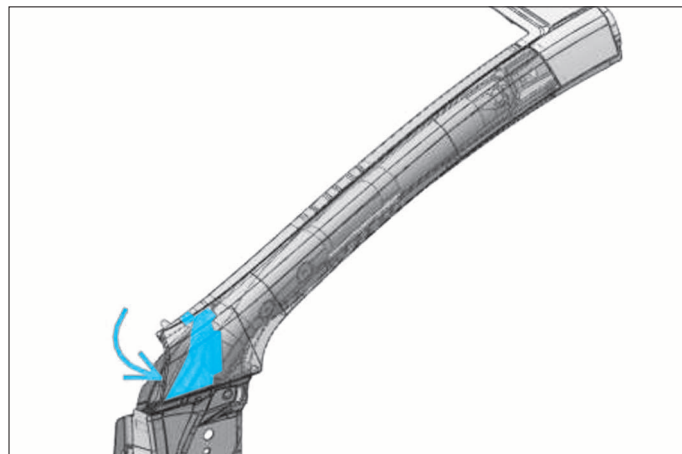

FIG. 50
- Injecter la mousse polyuréthane pour corps creux sur le support insert (Fig.50).